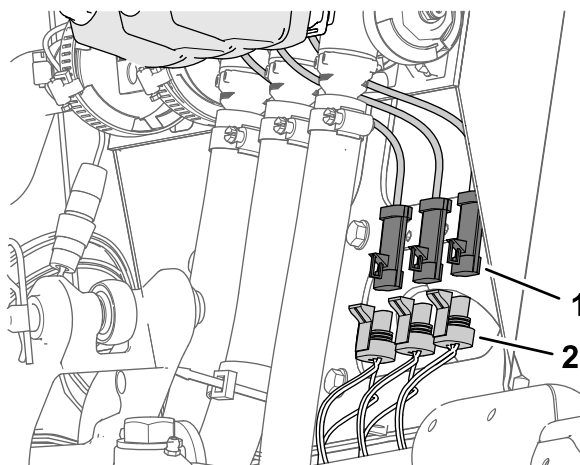

Figure 31
1. Sur le faisceau de la machine, débranchez les connecteurs à 3 douilles étiquetés LEFT SPRAY VALVE (vanne de pulvérisation gauche), CENTER SPRAY VALVE (vanne de pulvérisation centrale) et RIGHT SPRAY VALVE (vanne de pulvérisation droite) des connecteurs à 3 broches des 3 actionneurs des vannes de pulvérisation (Figure 31).